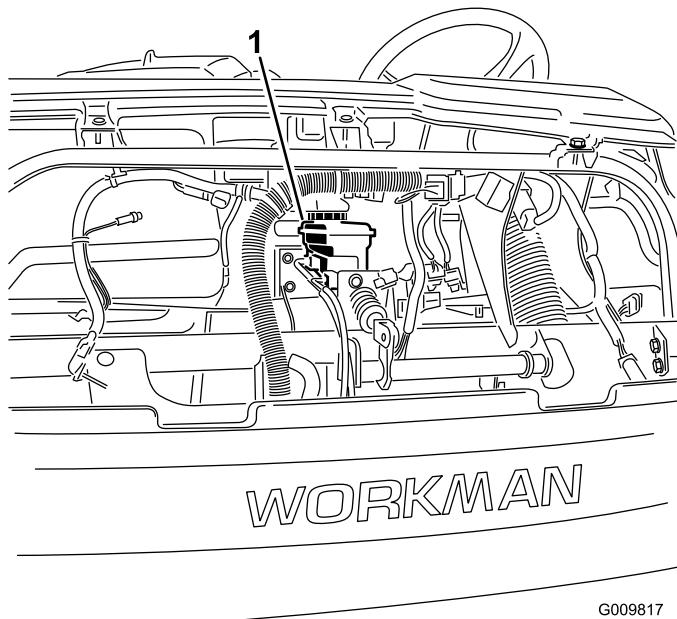

Figura 24
**Nota:** Puede retirar el capó para tener acceso al depósito desde delante de la máquina (Figura 24).